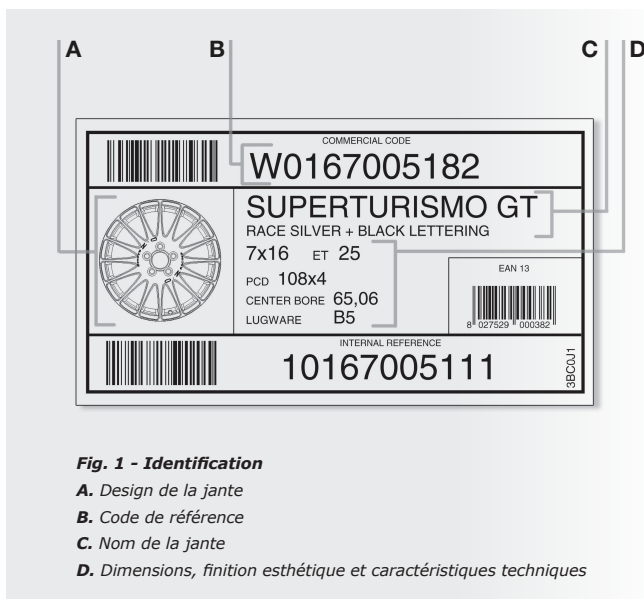

Fig. 1 - Identification
- Le produit reçu correspond à la commande, en contrôlant l'autocollant situé à l'extérieur de l'emballage (fig.1) et le code indiqué sur la jante.